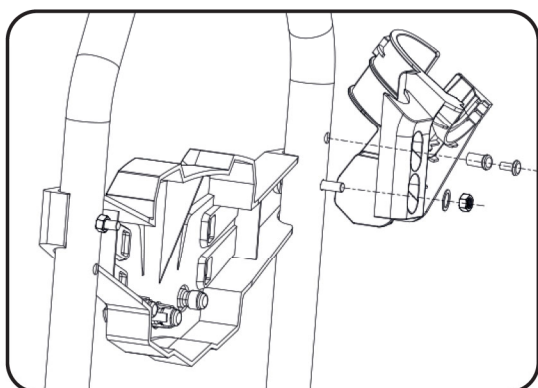

Fig.3
C. FIXATION DU CROCHET SUPÉRIEUR DU PISTOLET (Voir fig. 3)